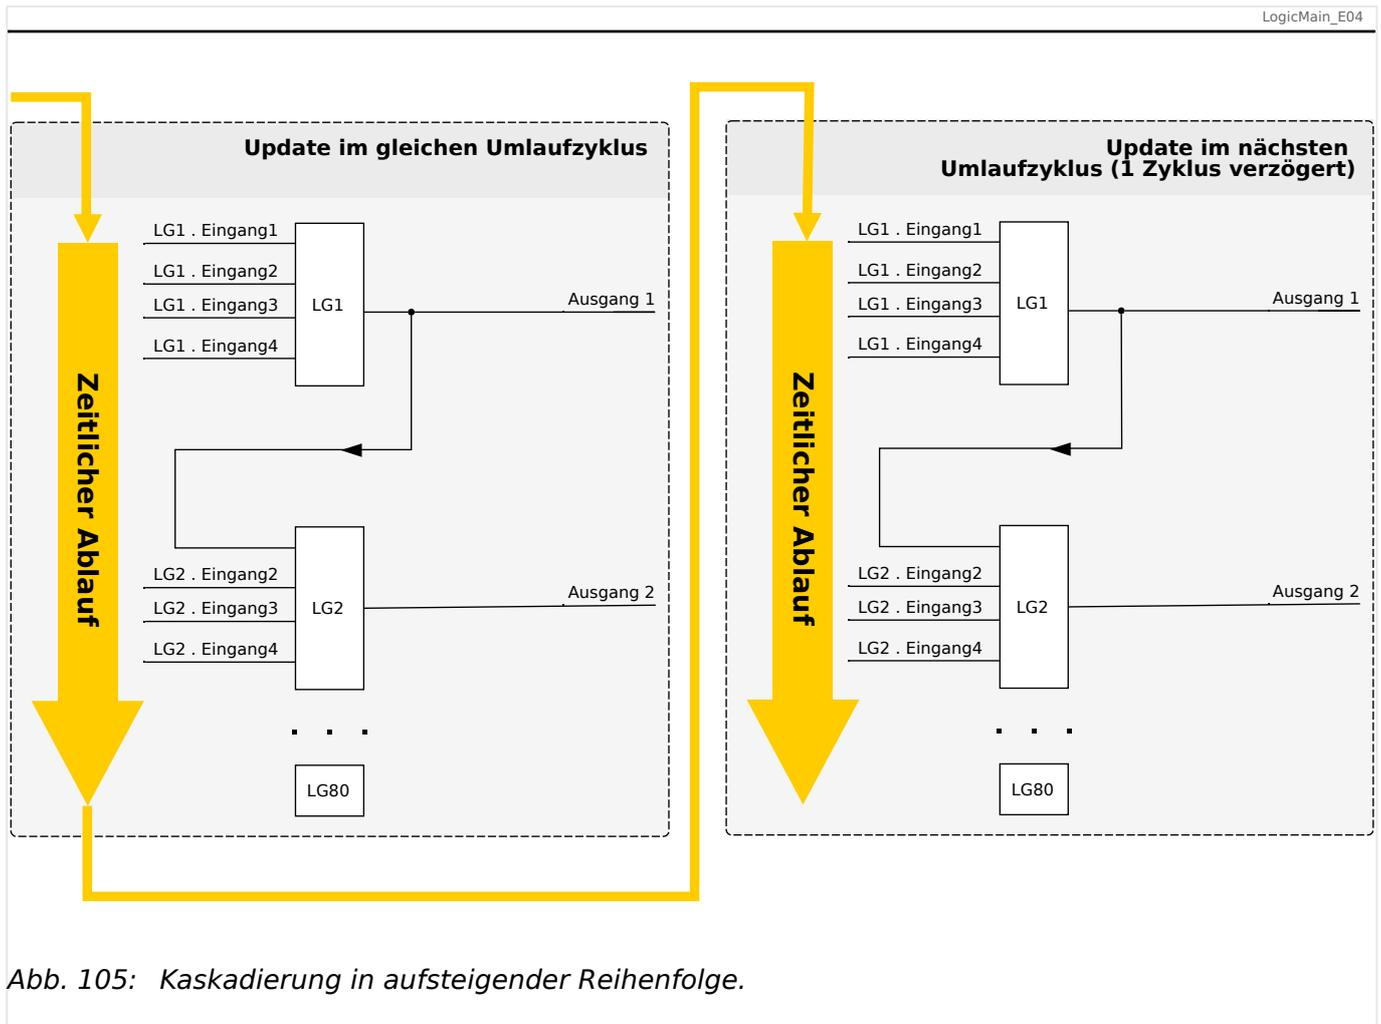
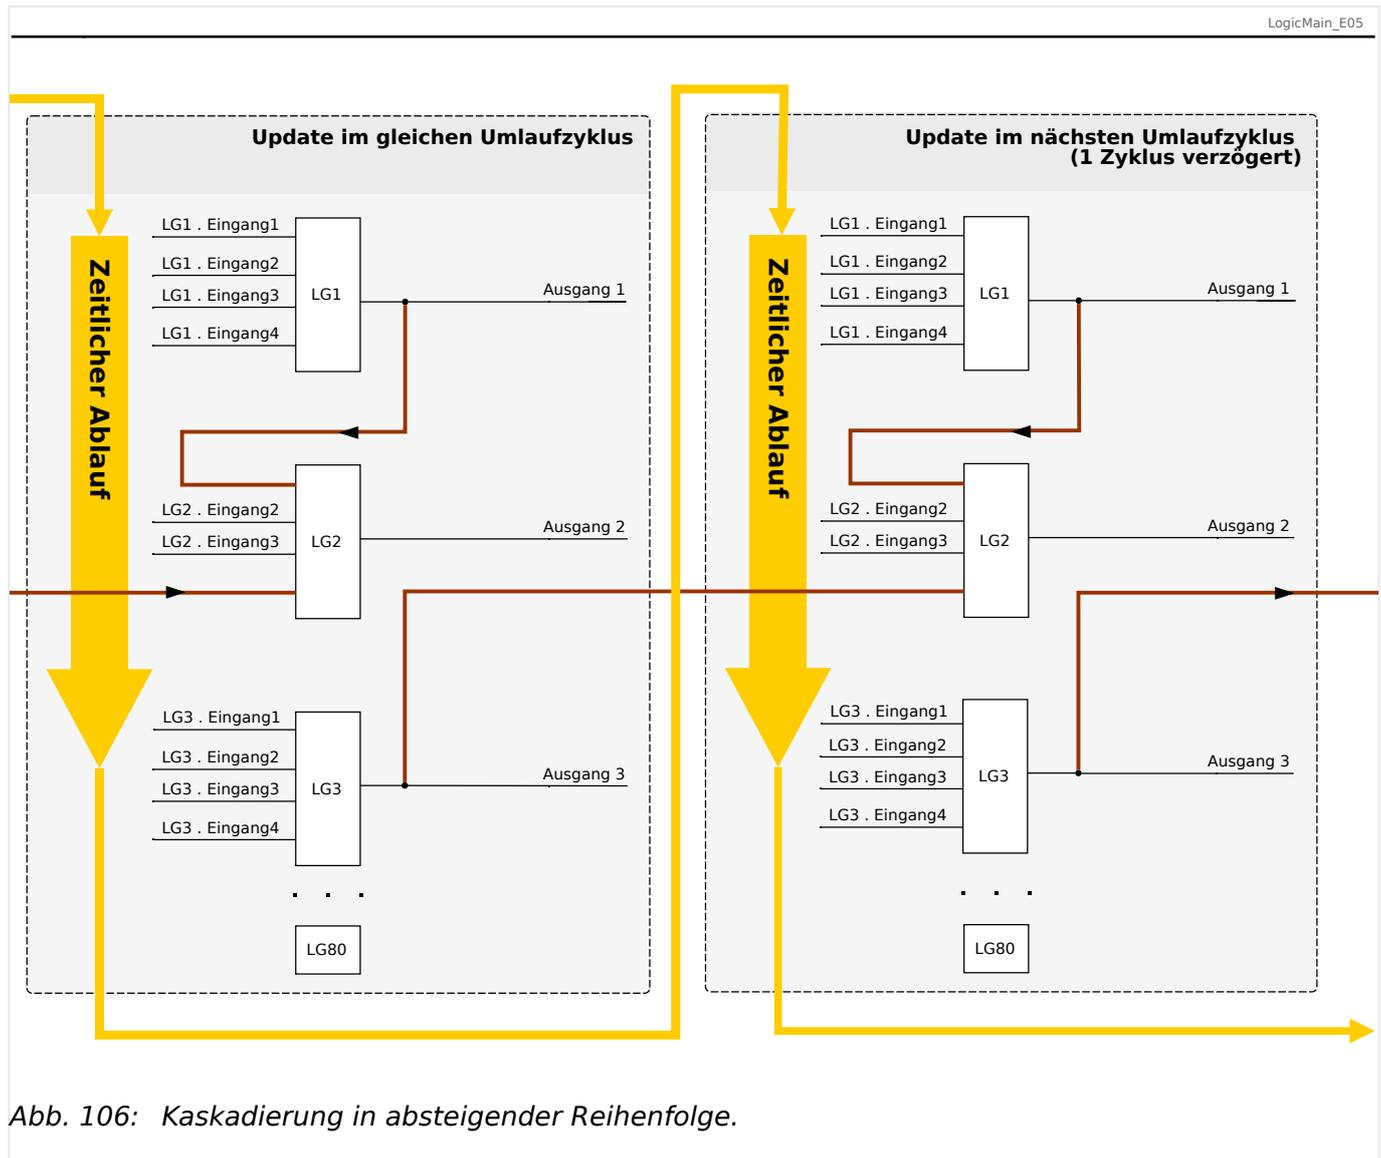

Abb. 105: Kaskadierung in aufsteigender Reihenfolge.
Abb. 106: Kaskadierung in absteigender Reihenfolge.
- Kaskadierung in **aufsteigender** Reihenfolge bedeutet, dass der Ausgang einer Logikgleichung auf den Eingang einer Logikgleichung mit **höherer** Nummer rangiert wird. Das Diagramm  Abb. 105 weiter unten zeigt ein Beispiel, bei dem der Ausgang von LG1 auf einen Eingang von LG2 rangiert wird.
- Kaskadierung in **absteigender** Reihenfolge bedeutet, dass der Ausgang einer Logikgleichung auf den Eingang einer Logikgleichung mit **niedrigerer** Nummer rangiert wird. Das Diagramm  Abb. 106 zeigt ein Beispiel, bei dem der Ausgang von LG3 auf einen Eingang von LG2 rangiert wird.
Bei der Konfiguration des Schutzgerätes bestehen keinerlei Einschränkungen oder Unterschiede zwischen aufsteigender und absteigender Reihenfolge. Da allerdings während der Laufzeit des MRMV4 die Logikgleichungen in aufsteigender Reihenfolge ausgewertet werden, haben die resultierenden Ausgangswerte, die am Eingang der Logikgleichung anstehen, ein unterschiedliches „Alter“, wie in  Abb. 105 und  Abb. 106 veranschaulicht wird.
Das in Abb. 106 gezeigte Beispiel zeigt eine Konfiguration von „Logikgleichung 2“, die den Ausgang von zwei weiteren Logikgleichungen, „Logikgleichung 1“ und „Logikgleichung 3“, als Eingangszustände verwendet. Hierbei ist der Ausgang von „Logikgleichung 1“ in aufsteigender Reihenfolge verwendet, sodass der Wert in jeweils demselben Prozesszyklus ermittelt wird. Der Ausgang von „Logikgleichung 3“ wird in absteigender Reihenfolge verwendet, sodass der Wert in dem jeweils vorherigen Prozesszyklus ermittelt wurde.